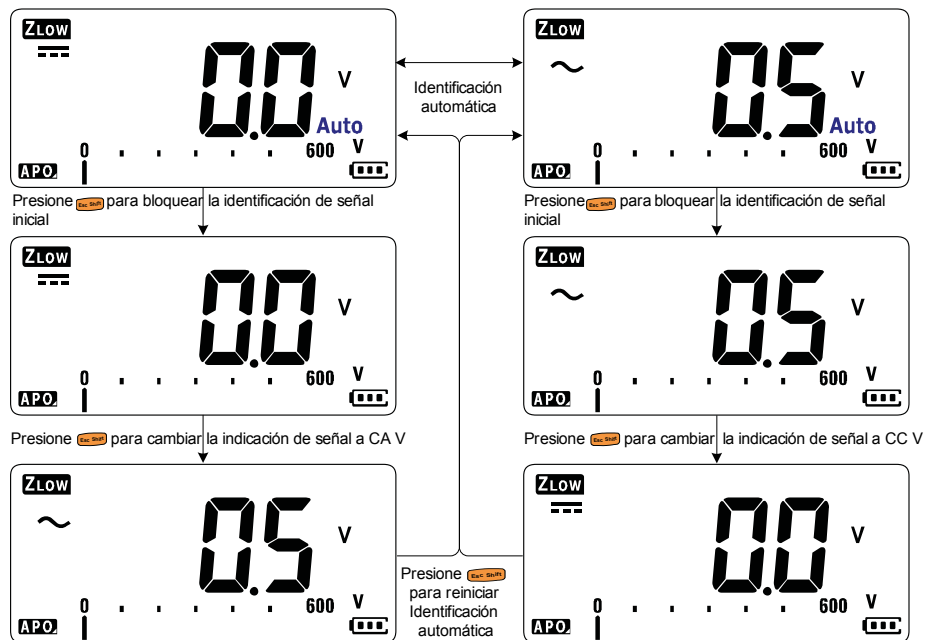

Figura 2-7 Flujo de identificación automática de  $VZ_{LOW}$
- Pulse **Esc Shift** una vez para bloquear la identificación de señal inicial ( $CA V$  o  $CC V$ ). Pulse **Esc Shift** de nuevo para cambiar la indicación de tensión de  $CA$  y  $CC$  en la pantalla principal. Al pulsar **Esc Shift** por tercera vez, se reinicia la identificación automática de la señal. Consulte Figura 2-7 para obtener más información.